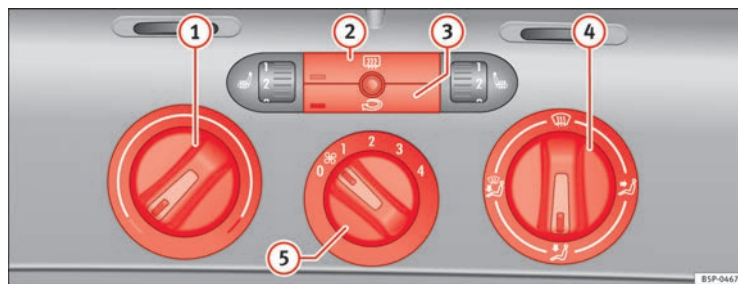

Fig. 129 Sur la planche de bord : éléments de commande du chauffage
- La température, la diffusion de l'air et la vitesse de la soufflante sont réglées à l'aide des régulateurs ⇒ fig. 129 ① et ④ et de la commande ⑤.
- Appuyez sur le bouton ② ou sur le bouton ③ pour activer ou désactiver la fonction correspondante. Quand la fonction est active, le rectangle situé sur le coin inférieur gauche du bouton s'allume.